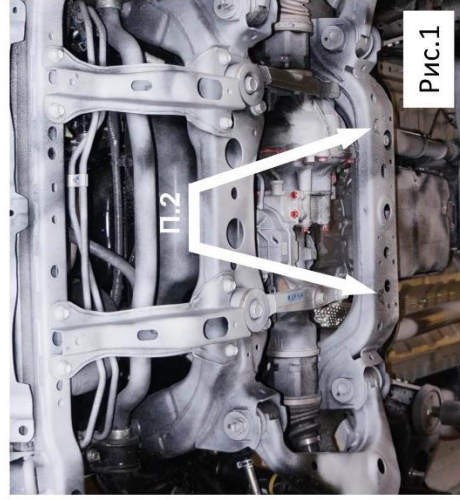

Рис.1
2. Ввернуть на 2-3 оборота болты М8х40 (рис. 1).